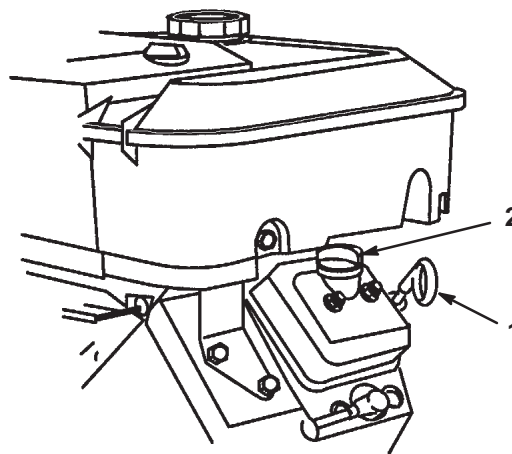

Bild 2
2. Reinigen Sie den Bereich um den Ölpeilstab herum (Bild 2), damit kein Schmutz in den Einfüllstutzen gelangen und so den Motor beschädigen kann.
4. Schieben Sie den Ölpeilstab vollständig in den Einfüllstutzen (nicht in den Einfüllstutzen einschrauben). Ziehen Sie den Peilstab wieder heraus und kontrollieren das Metallende. Entfernen Sie bei niedrigem Ölstand den Fülldeckel von der Ventilabdeckung (Bild 2) und gießen so viel Öl ein, dass der Ölstand die „Voll“-Marke am Peilstab erreicht; siehe „Warten des Motoröls“ auf Seite 24 für die korrekte Ölsorte und -viskosität. Gießen Sie Öl langsam ein und kontrollieren den Ölstand häufiger während des Füllens. **Füllen Sie nicht zu viel Kraftstoff ein.**